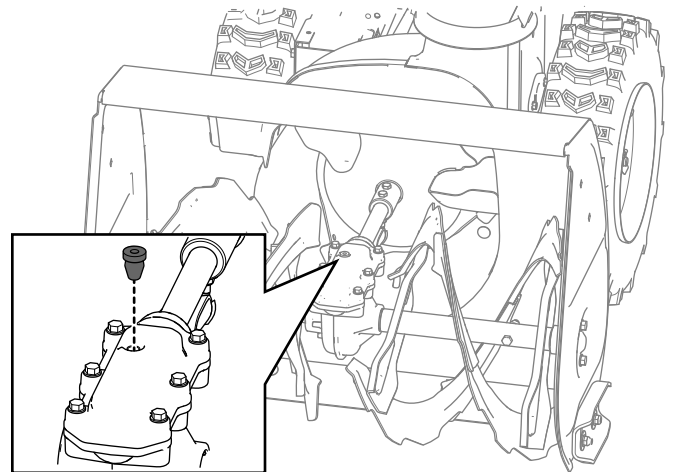

Figura 28
2. Limpie la zona alrededor del tapón y retire el tapón de la caja de engranajes (Figura 28).